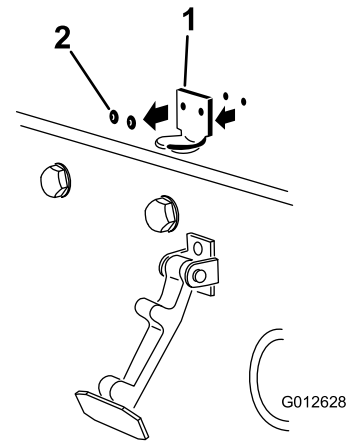

Figura 4
2. Retire los 2 remaches que sujetan el cerradero del capó al capó (Figura 4).